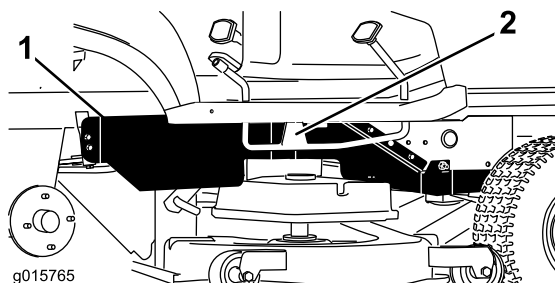

Figure 10
2. Positionnez le protège-courroie droit derrière la pédale de déplacement et le contacteur monté derrière, et fixez-le au cadre de la machine comme illustré à la Figure 10.